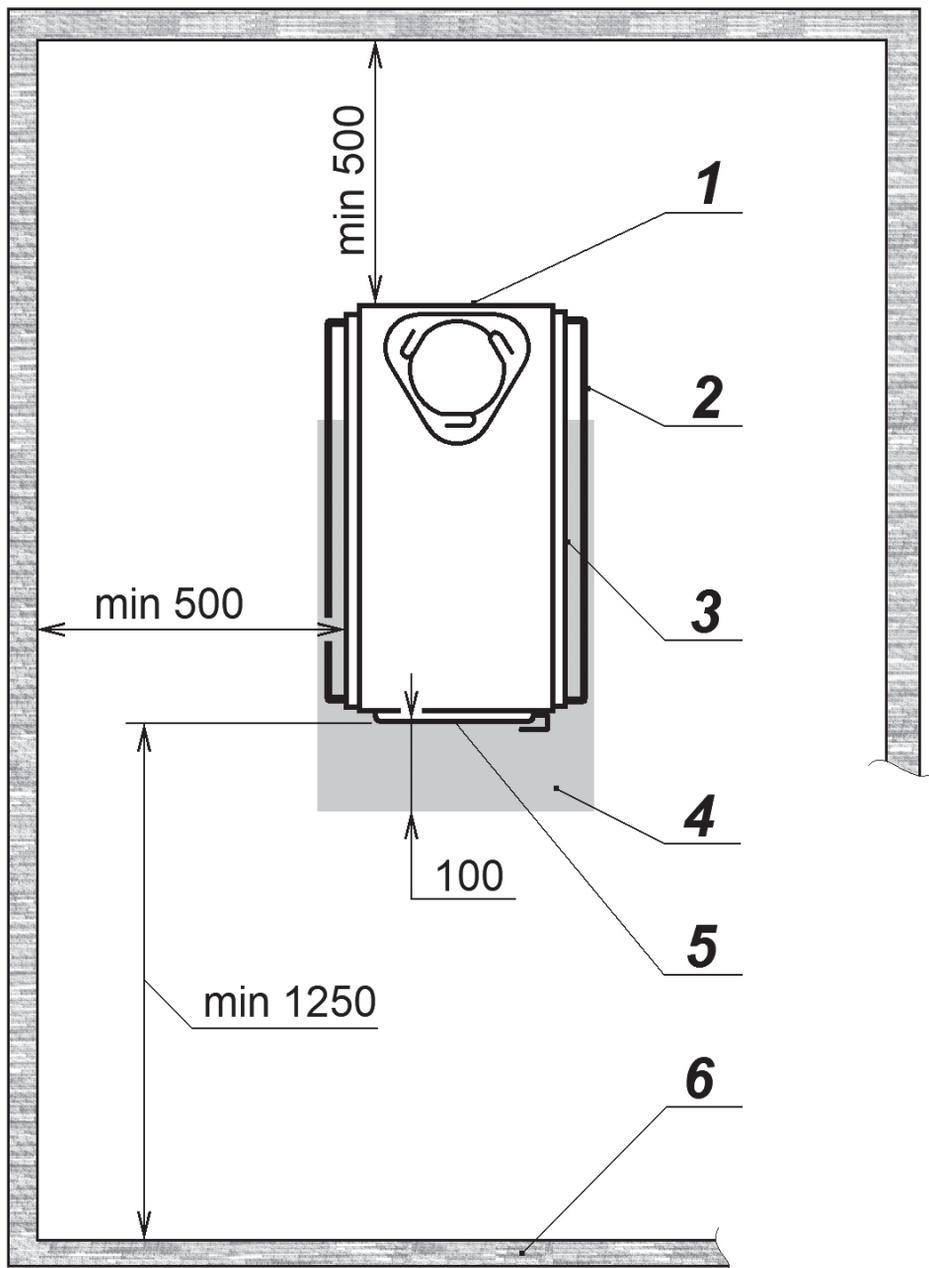

Рисунок 11. **Установка печи в палатке:**
- Печь устанавливается ножками на металлический лист из комплекта: лист укладывается на пол отбортовкой вверх, а ножки печи устанавливаются в него как в поддон (**поз.8** на рис. 2, а также **поз.4** на рис. 11).